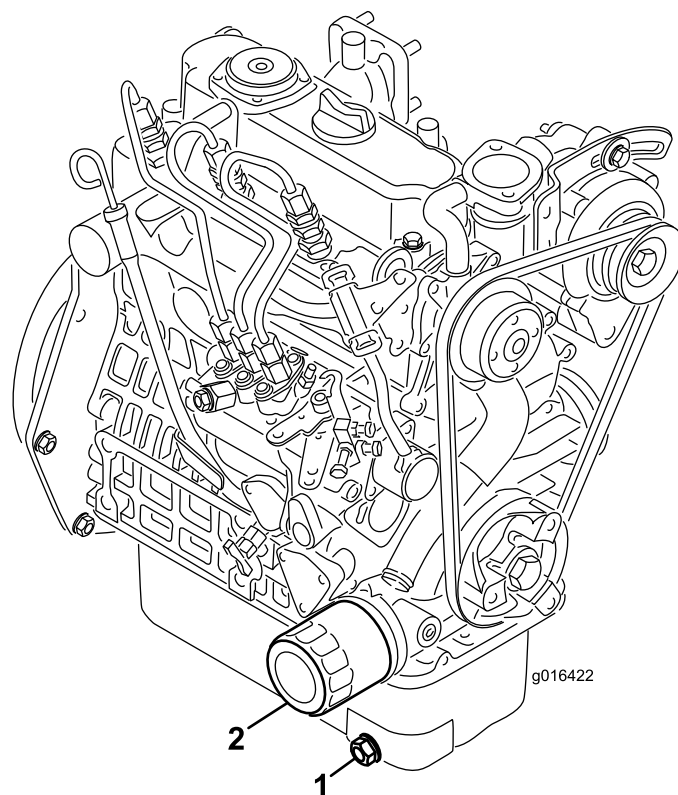

Bild 35
1. Entfernen Sie die Ablassschraube (Bild 35) und lassen Sie das Öl in die Auffangwanne ab. Schrauben Sie die Ablassschraube wieder ein, nachdem das Öl abgelassen ist.